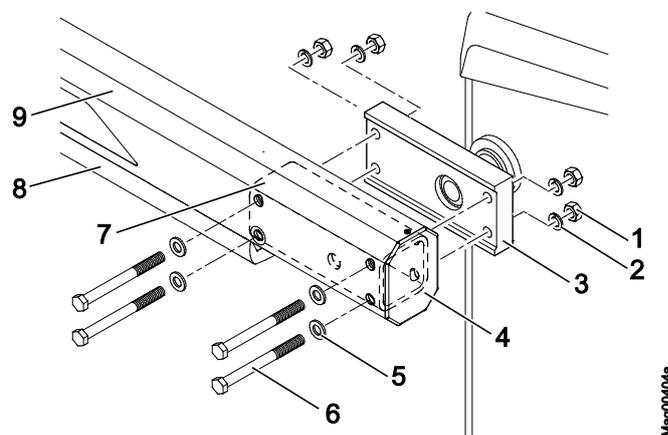

Abb. 44: Schrankenbaum demontieren
19. Schrankenbaum mit 2 Personen bei horizontalem Flansch montieren. → Siehe Seite 82, Abb. 44.